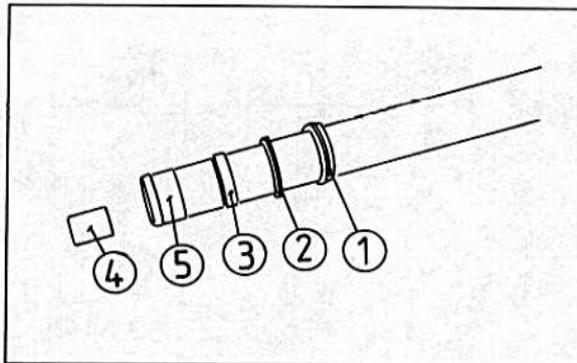

Bild 328 ►
- Inneres und äusseres Gabelrohr auf Kratzer, Verbiegung untersuchen (Bild 328).